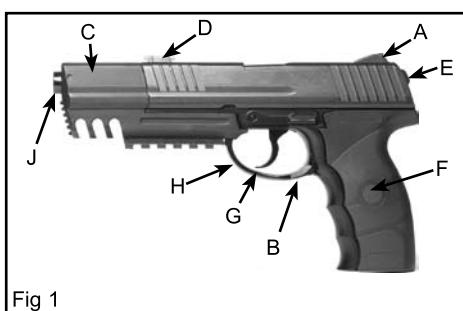

Fig 1
- Retirez le chargeur en pressant le bouton-pousoir du chargeur sur le côté gauche du pistolet (fig. 1).